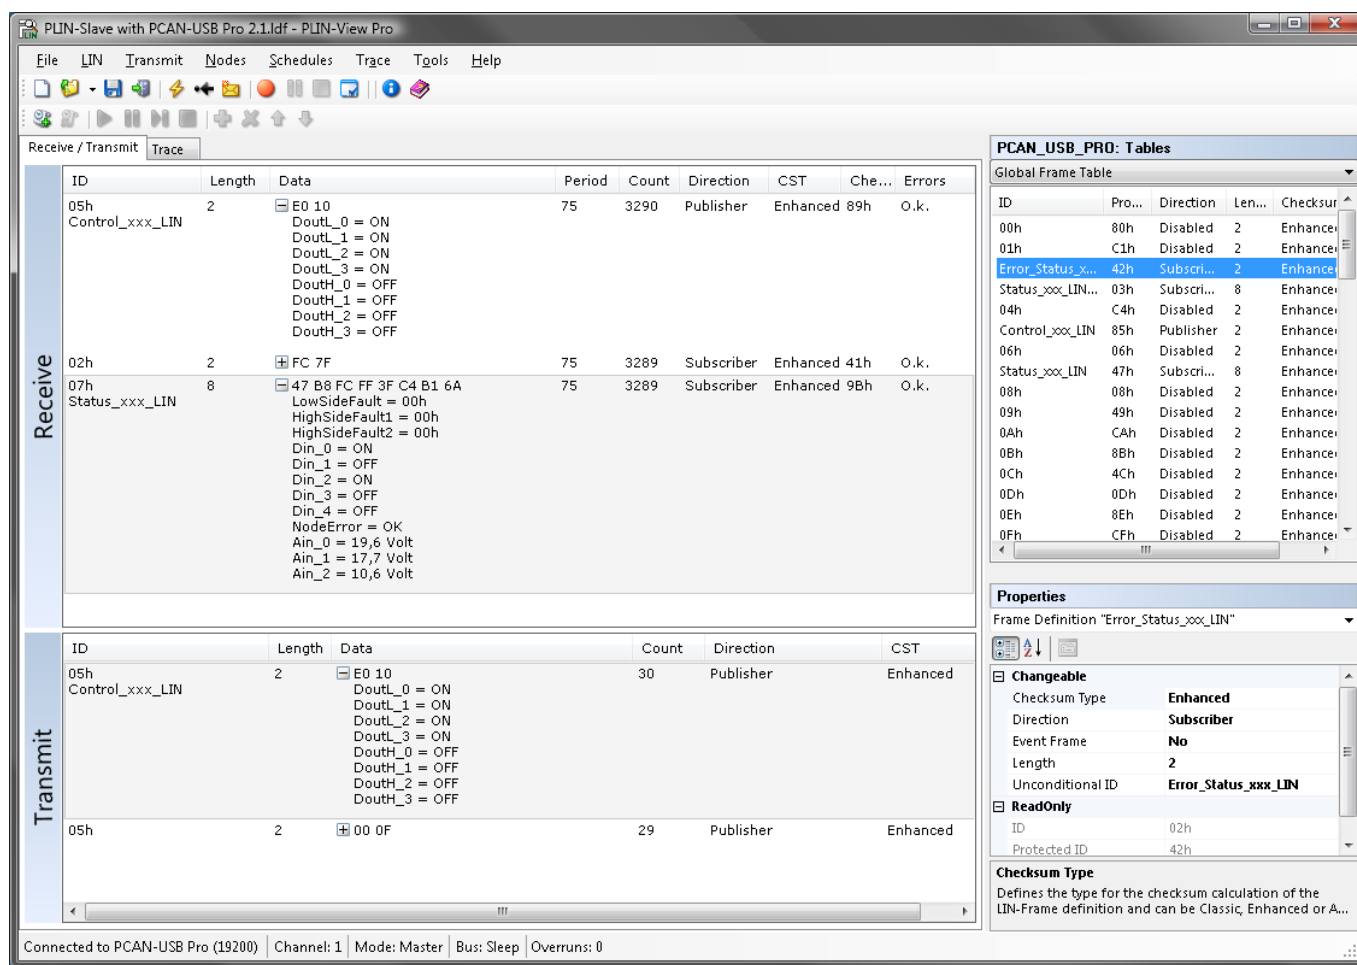

図 23 : Receive / Transmit タブ
6. **OK** をクリックしてダイアログ ボックスの設定を確認します。PLIN-View Pro のメインウィンドウが表示されます (図 23 を参照)。